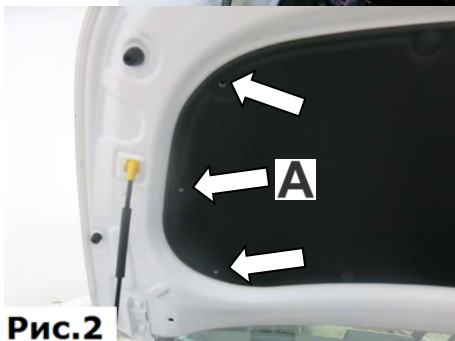

Рис.2
2. Демонтировать указанные клипсы крепления обшивки капота. Болт-шарнир будет установлен вместо клипсы (А), (Рис.2).